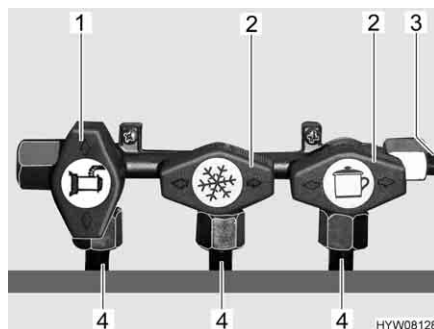

Fig. 108 Position des robinets d'arrêt de gaz (exemple)
- Placer le robinet d'arrêt de gaz de l'appareil à gaz concerné parallèlement (Fig. 108,1) à la conduite (Fig. 108,4) amenant à l'appareil.
- Placer le robinet d'arrêt de gaz de l'appareil à gaz concerné transversalement (Fig. 108,2) à la conduite (Fig. 108,4) amenant à l'appareil.